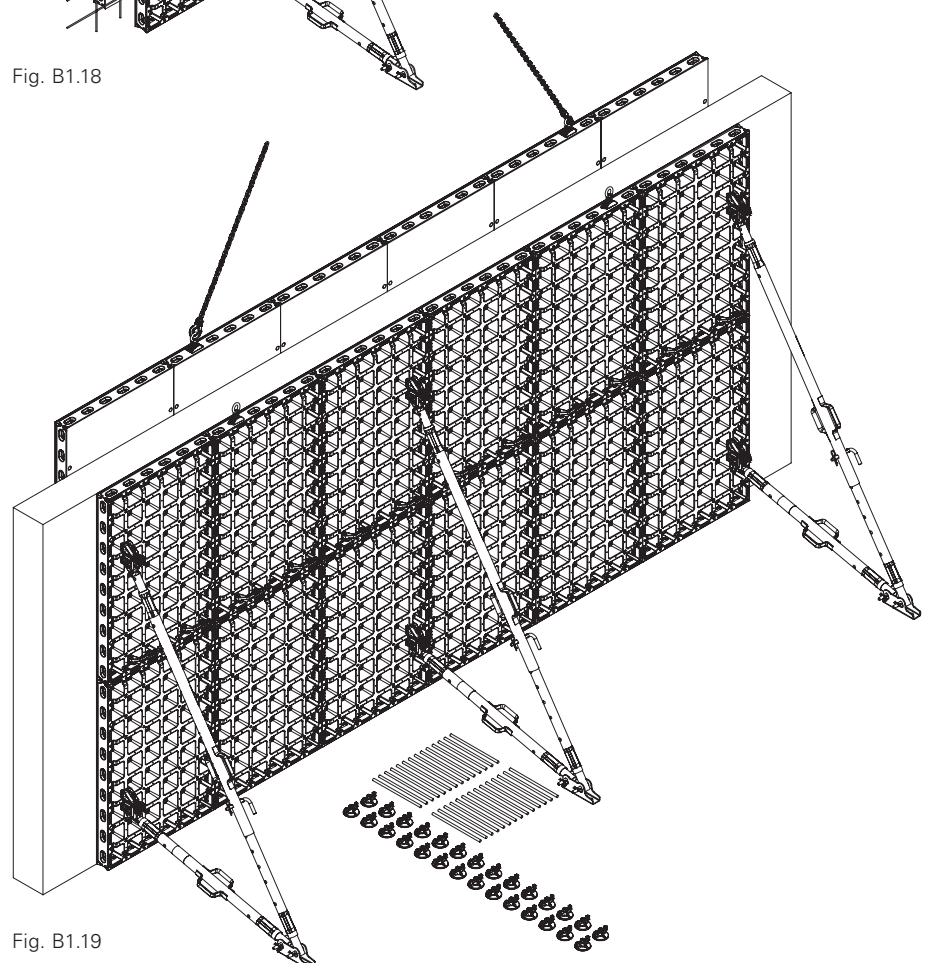

Fig. B1.19
5. Déplacer l'ensemble de panneaux, le nettoyer et l'acheminer vers le lieu de mise en œuvre suivant. (Fig. B1.19) Nettoyage, voir chapitre E1.